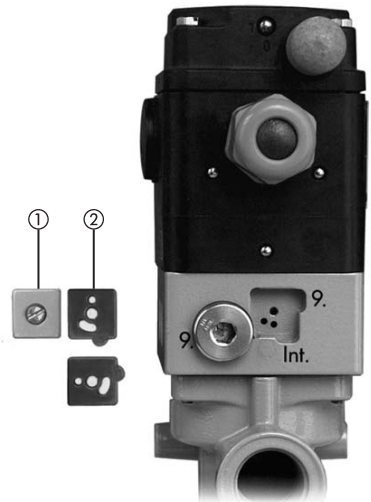

Fig. 9
Bij deze apparaten wordt, wanneer niet anders gespecificeerd, de hulpenergie via aansluiting 4 intern verzorgd. De omschakeling naar externe voeding via aansluiting 9 moet als volgt worden uitgevoerd (fig. 9):
- Als drukknop onder deksel behuizing (zie blz. 6, fig. 9)